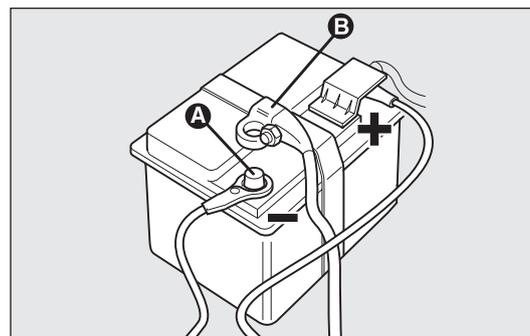

fig. 190
VERSIONS SANS SYSTÈME Start&Stop fig. 190
- débrancher la borne B-fig. 190 du pôle négatif A de la batterie ;